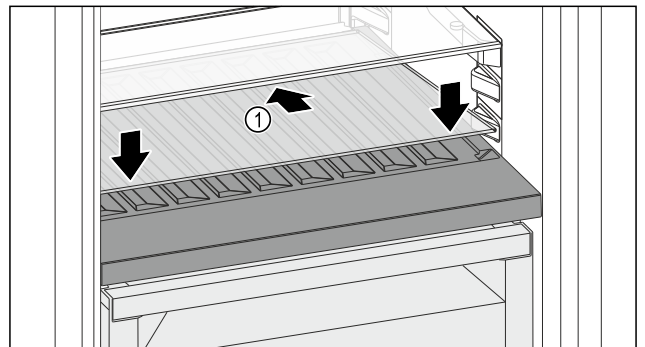

Fig. 100
- ▶ Posizionare il ripiano di vetro Fig. 100 (1) inclinato indietro e verso il basso.
- ▶ Abbassare la parte anteriore del ripiano di vetro Fig. 100 (1).